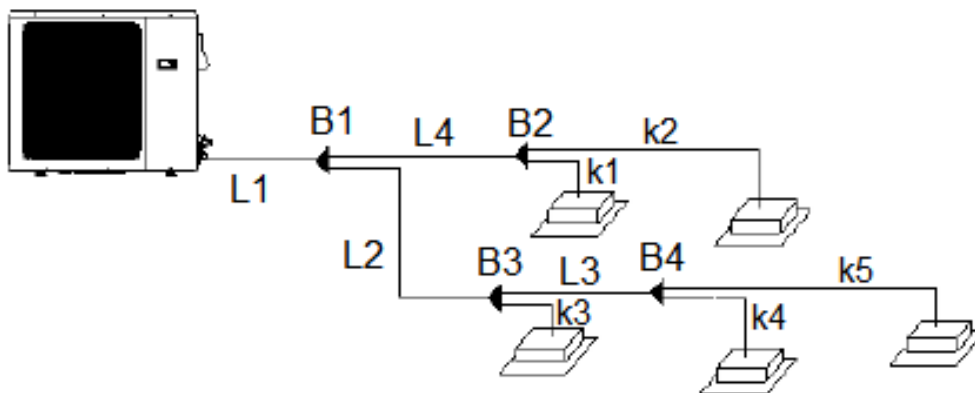

Рис.1.4
- Диаметры труб на участке (L1) между наружным блоком и рефнетом B1 (рис.1.4) определяется параметрами портов подключения наружного блока.